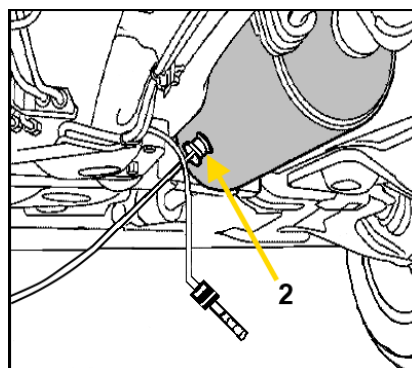

Figure 3
2. Les nettoyeurs et le liquide de lavage recommandés par le constructeur automobile sont vaporisés dans le filtre de particules diesel au moyen d'une sonde appropriée (figure 3).